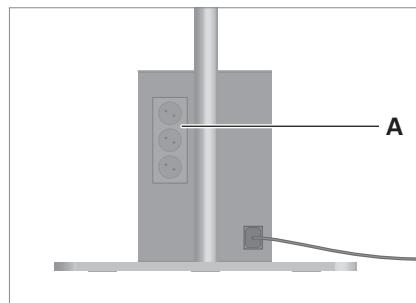

Fig. 11: Collegare i dispositivi.
- ▶ Innestare le spine dei dispositivi nella presa multipla **A** dell'unità di alimentazione, vedi Fig. 11.